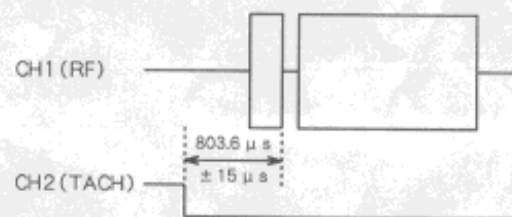

Fig. 5-8
- 4). Adjust trimmer resistor R102 so that the time from the trailing edge of the TACH waveform to the marker of the RF waveform is $803.6 \pm 15 \mu\text{s}$, as shown in Fig. 5-8.
- 4). 図 5-8 のように、TACH 波形の立下がりから RF 波形のマーカまでの時間が $803.6 \pm 15 \mu\text{s}$ になるように半固定抵抗 R102 を調整する。